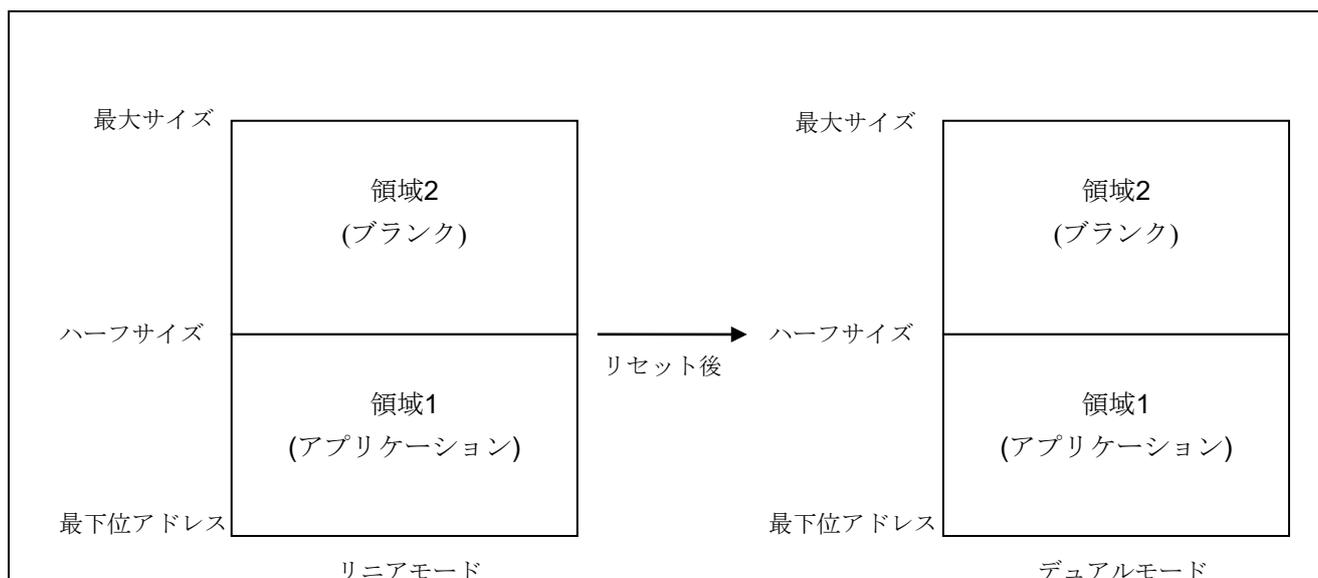

図 5.1 リニアモードでのデュアルモード用アプリケーションの書き込み
(1) デュアルモードへの変更と同時にアプリケーションを書き込む方法
- 【条件】 図 5.1 の領域 2 への書き込みは行わない
2. デュアルモードに設定されたオプション設定メモリ用のプログラムファイルおよび図 5.1 の領域 1 のプログラムファイル（アプリケーション）を書き込む
【備考】リニアモードからデュアルモードに変更する場合、図 5.1 の領域 2 はブランクであることが推奨されます。